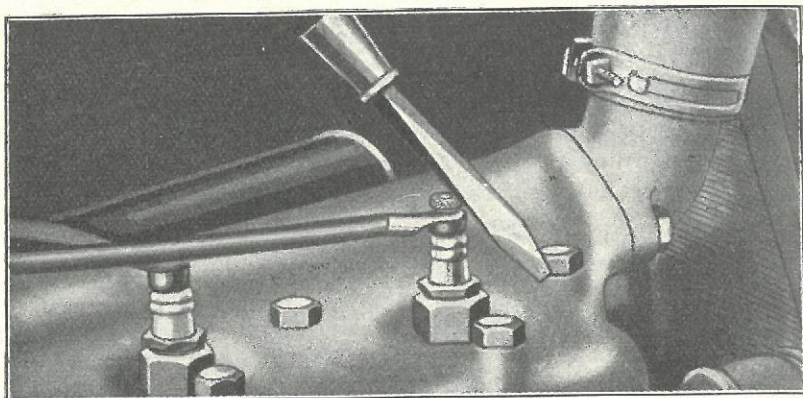

Fig. 502
- 1001** Hvis Fejlen synes at ligge i Tændingssystemet eller i Ventilerne, start da Motoren og anbring en Skruetrækker paa Cylinderen i Nærheden af et af Tændrørene og støt den mod Tændrørets Kabelskruer (Fig. 502). Dette leder Gnisten udenom Tændrøret. Ved Udførelsen af denne Prøve anvendes en Skruetrækker med Træskaft for at undgå »Stød«. Prøv hvert Tændrør paa denne Maade, indtil De finder et, som ikke forårsager nogen Forandring i Lyden af Udstødningen fra Motoren. I den Cylinder ligger da Fejlen enten i Tændingen eller ved Ventilerne. (Da Fejlen sandsynligvis snarere stammer fra Tændingen end fra Ventilerne, er det tilraadeligt at prøve Tændingen først).